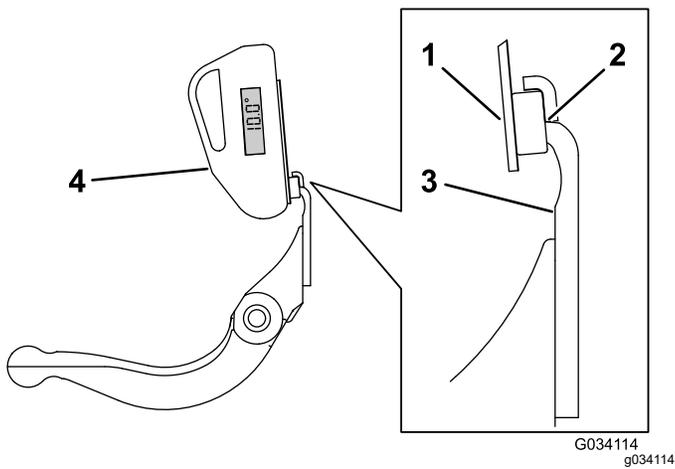

**Bild 28**
1. Positionieren Sie den Neigungsmesser an der Unterseite des Untermessers, wie in Bild 28 abgebildet.